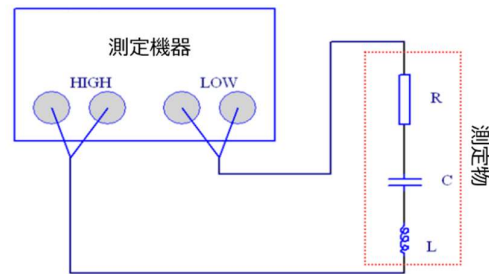

図3 測定物の等価回路図
3) 測定周波数の選択。試験回路には浮遊インダクタンスと浮遊キャパシタンスが不可避免的に存在するため、一般的な見方だとすると、図3といったようなRLC直列回路となり、定常状態における電圧と電流の関係は次のような公式：